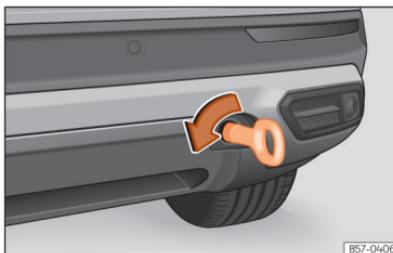

Abb. 195 Auf der rechten Seite des hinteren Stoßfängers: Eingeschraubte Abschleppöse.
- Drehen Sie die Abschleppöse **entgegen dem Uhrzeigersinn** so fest wie möglich in die Aufnahme »» [Abb. 195], »» Ⓞ. Verwenden Sie ein geeignetes Hilfsmittel, um die Abschleppöse festzuziehen.